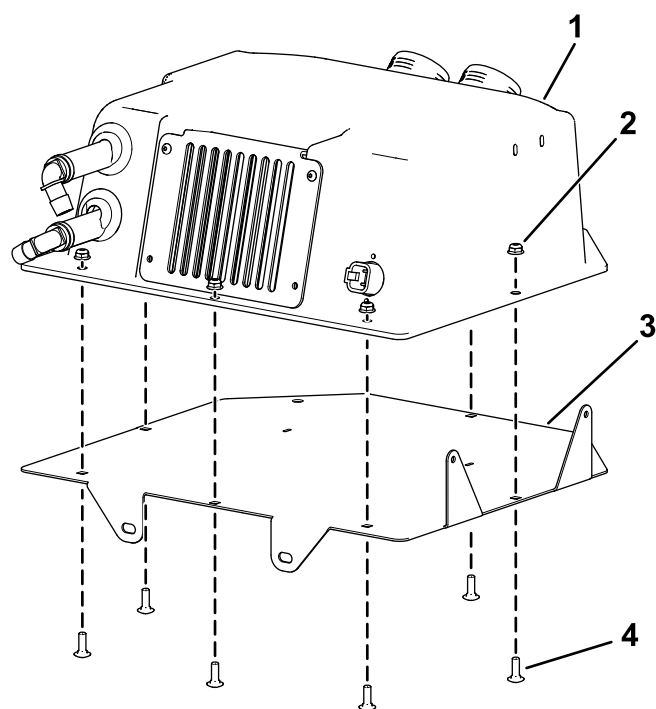

Figura 15
6. Instale o conjunto da caixa do aquecedor no suporte da montagem do aquecedor com seis parafusos de carroçaria ($\frac{1}{4}$ x $\frac{3}{4}$ pol.) e seis porcas de bloqueio ($\frac{1}{4}$ pol.); consulte a Figura 15. Aperte os parafusos com uma força de 11 N·m.